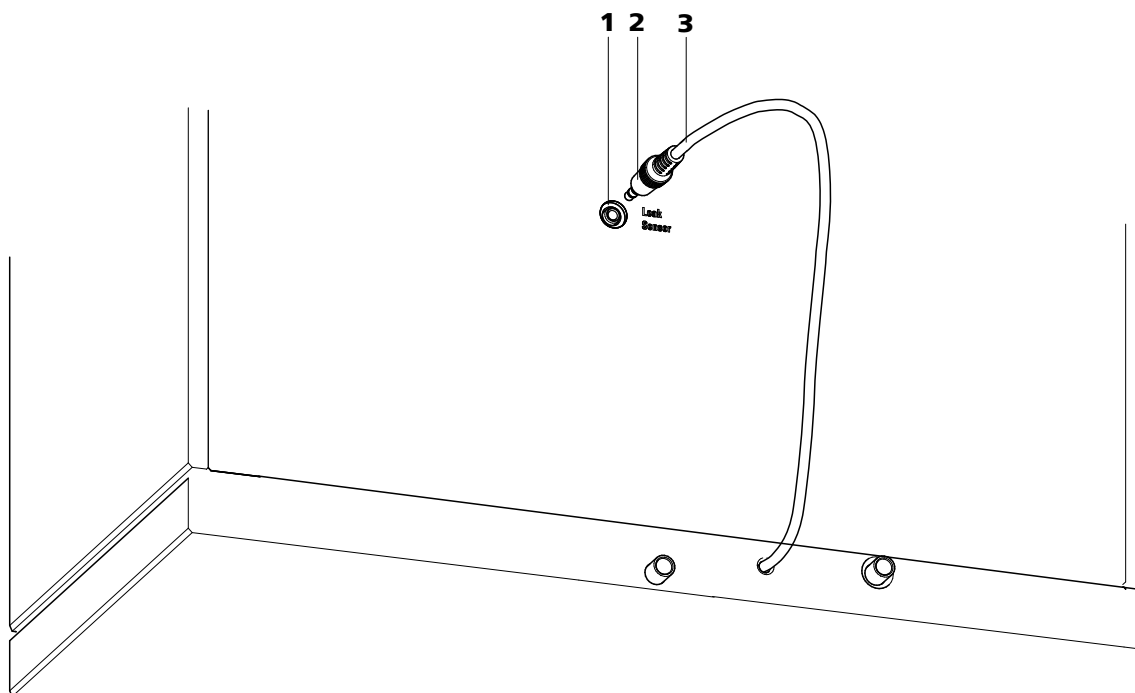

Figura 8 Conexão do sensor de vazamento na parte traseira do equipamento.
- 1 Insira o plug do sensor de vazamento (8-2) na tomada do sensor de vazamento (8-1) que se encontra na parte traseira do equipamento (ver figura 8, página 27).